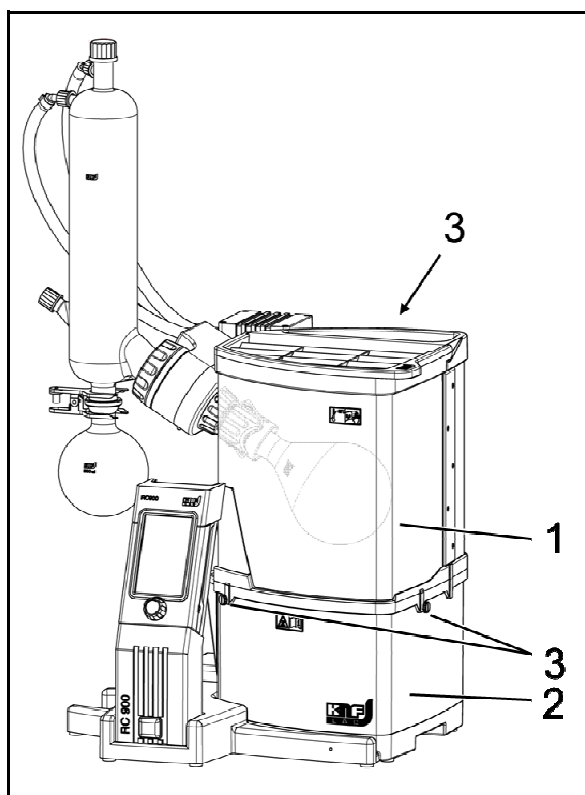

Fig. 7: Calotta protettiva chiusa
1. Applicare la calotta protettiva (Fig. 7/1) sul bagno termostatico (2).
2. Fissare la calotta protettiva (1) sul bagno termostatico serrando a tale scopo le tre viti a testa zigrinata (3).